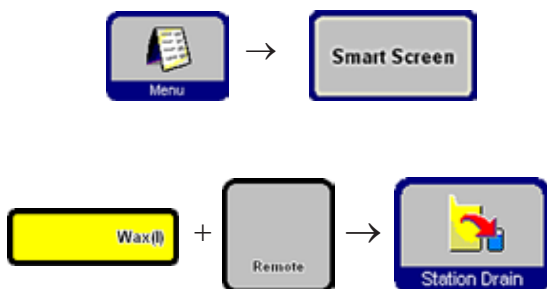

图 56
- 选择要排空的蜡缸和容器 (**Remote** (远程), 图 56)。然后按下 **STATION DRAIN...** (站点排液...)